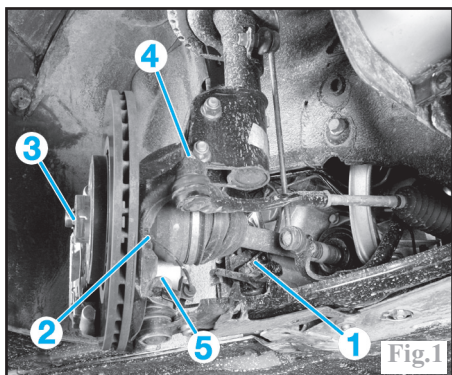

Fig.1
-la biellette de capteur d'assiette (1) avec des projecteurs au xénon côté gauche, en faisant levier à l'aide d'un tournevis (Fig.1).